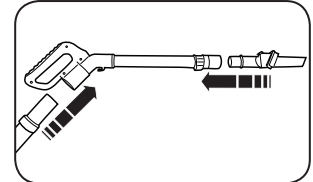

Fig. 3
3. Conecte el extremo de succión de la manguera a la entrada de la manguera del mango y la herramienta deseada al extremo del tubo del mango (Fig. 3).